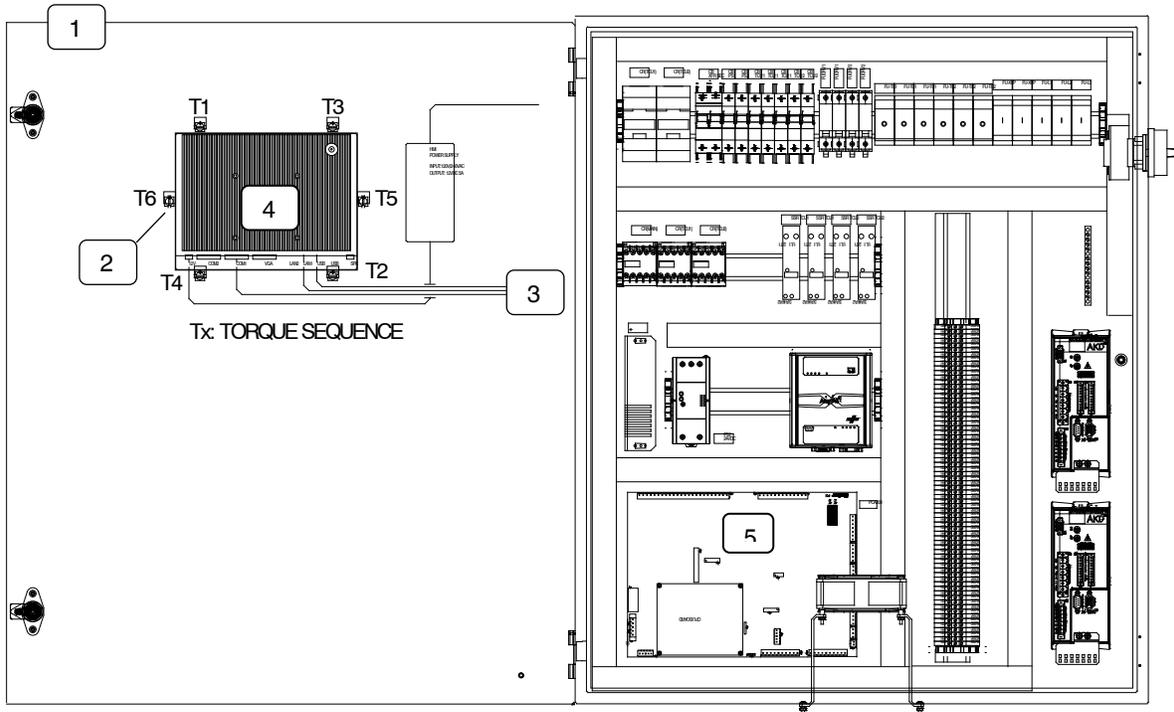

Figura 2 Sostituzione dell'interfaccia operatore e del PCA
2. Vedi figura 2. Aprire la porta del vano (1).
3. Scollegare i cavi (3) dall'interfaccia operatore (4).
4. Rimuovere le clip di montaggio (2) che fissano l'interfaccia operatore alla porta del vano. Rimuovere l'interfaccia operatore dalla porta del vano.
6. Montare la nuova interfaccia operatore nella porta del vano (1).
7. Installare le clip di montaggio (2). Usando la sequenza di torsione illustrata serrare le clip di montaggio a 10 in.-lb (1.1 N·m). Non stringere eccessivamente le clip per evitare di piegare il touch screen.
9. Chiudere la porta del vano (1).
3. Scollegare i connettori elettrici dal PCA (5).